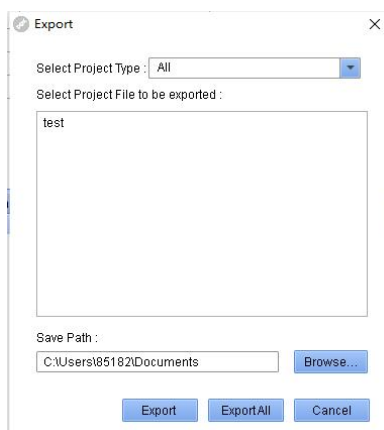

Fig 5-2
- **Export:** Exportați fișierele de proiect din managerul de proiect în alt director. În ecranul Export (Fig 5-2), selectați proiectul(ele) de exportat și calea de salvare; și apoi faceți clic **Exportați** butonul pentru a le exporta. Clic **Exportați toate** pentru a exporta toate proiectele din listă.